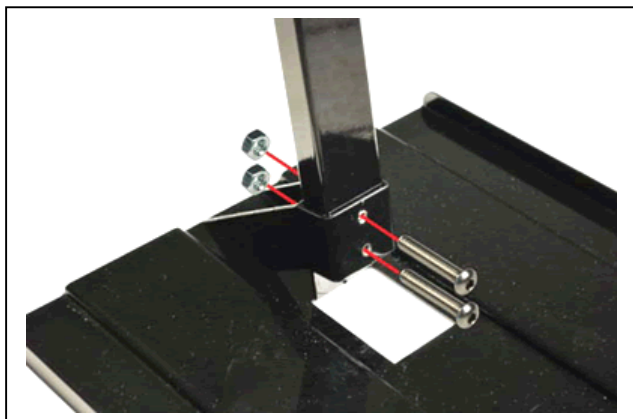

图 1: 安装底座
2. 使用 19277 套件时, 按图 1,2,3,4 所示安装支架